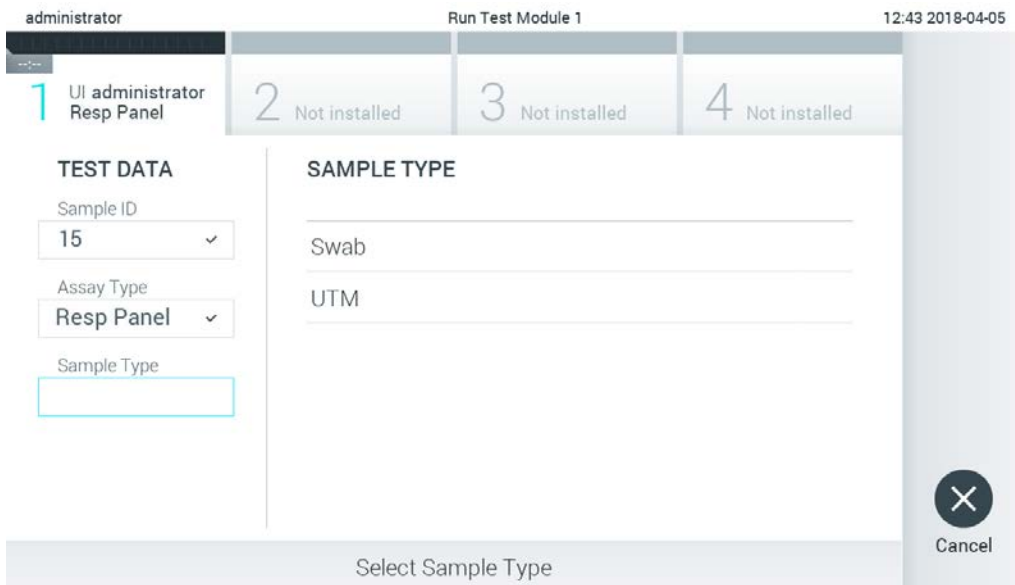

Рис. 84. Выбор типа пробы.
- Поле «Assay Type» (Тип тест-системы) будет заполнено автоматически, и при необходимости нужно будет вручную выбрать в списке нужный **Sample Type** (Тип пробы) (рис. 84).